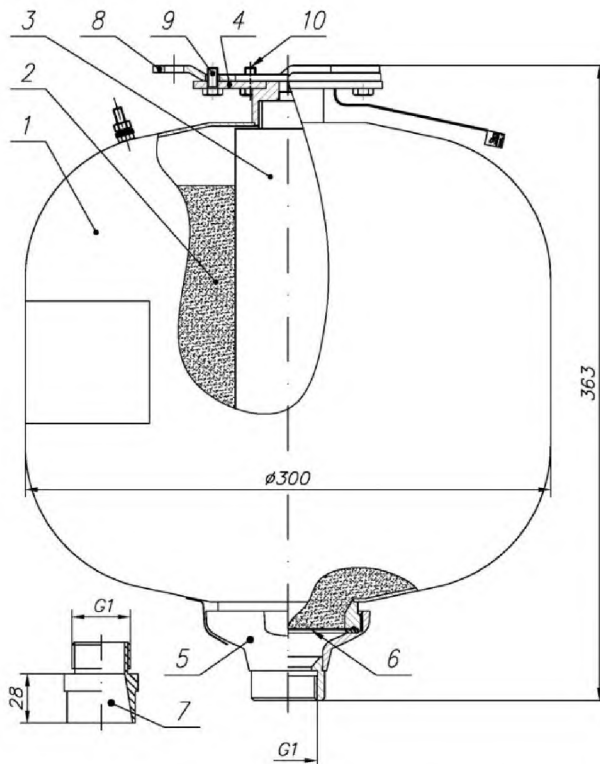

Рисунок 1 - Устройство модуля порошкового пожаротушения Буран-15КД 10
6.5 Соединить держатель модуля 4 (рис. 1) с кронштейном 7 так, чтобы головки болтов 9 вошли в широкие части пазов держателя модуля. После этого повернуть модуль вокруг оси до упора, болты при этом заходят в узкие части пазов и удерживают модуль в подвешенном состоянии. Зафиксировать от поворота модуль относительно кронштейна болтом 8. Затянуть болты 9.
– Слесарным зубилом разрушить мембрану (поз. 6, рис.1). Высыпать огнетушащий порошок в полиэтиленовый мешок или другую водонепроницаемую емкость. Производственные помещения, в которых производится работа с огнетушащим порошком, должны быть оборудованы приточно-вытяжной вентиляцией, обеспечивающей движение воздуха со скоростью от 0,3 м/с до 0,7 м/с. При проведении работ необходимо соблюдать меры предосторожности, указанные в п.5.2 и 5.3. Порошок утилизировать согласно п.5.3.